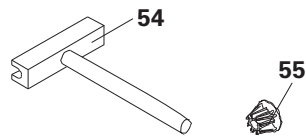

Fig. B8.02
- Clé pour ancrage (54) pour la manipulation du point d'ancrage par une seule personne depuis une face.
- Bouchon (55) pour l'obturation de trous d'ancrage non requis.
- (Fig. B8.02)